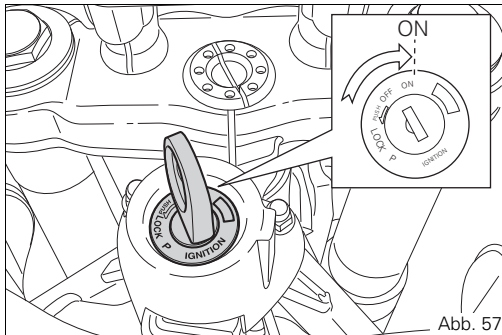

Abb. 57
- 1) Den Zündschalter auf in die Position ON (Abb. 57) bringen. Überprüfen, dass die grüne Kontrollleuchte N (8, Abb. 3) und die rote  (7, Abb. 3) am Cockpit aufleuchten.